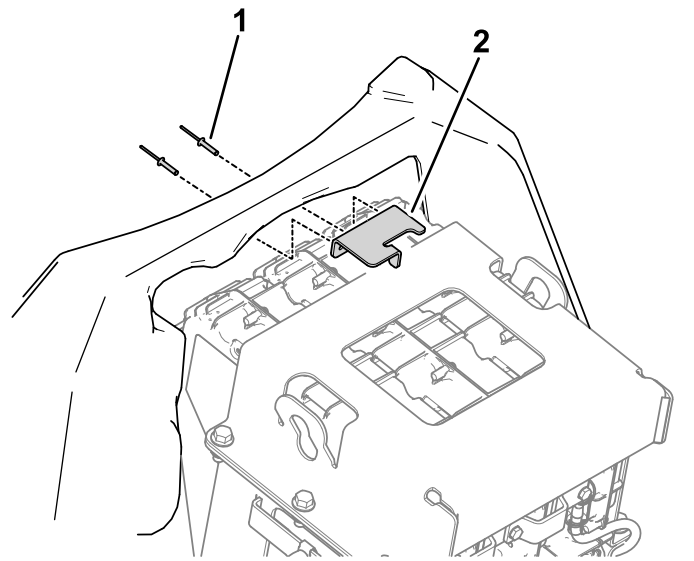

**Figura 52**
3. Utilice la contratuerca, el espaciador y la placa para sujetar el cierre al capó (Figura 52).